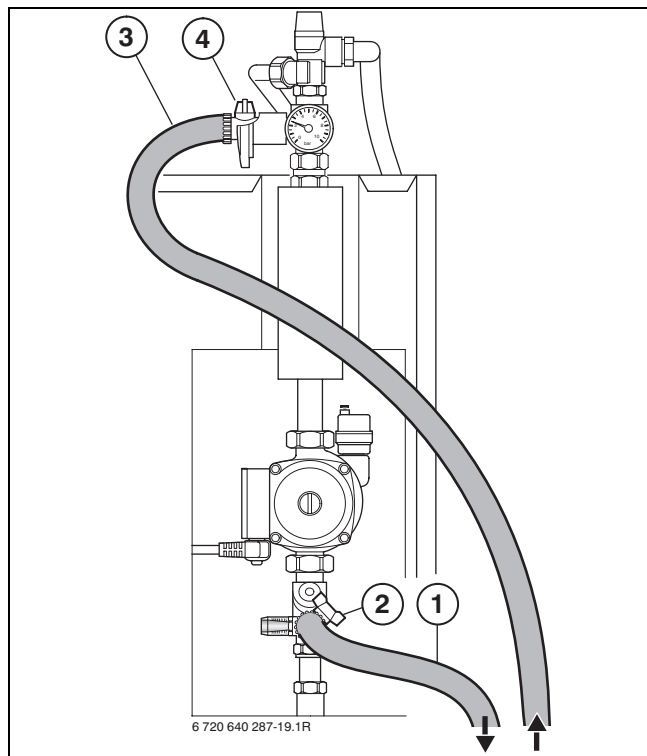

Fig. 15
- 4 Bomba solar (SP)
- ▶ Fechar a torneira de fecho (→ fig. 15, [2], página 16).
- ▶ Se a pressão operacional for alcançada, fechar a torneira de fecho superior (→ fig. 15, [4]).